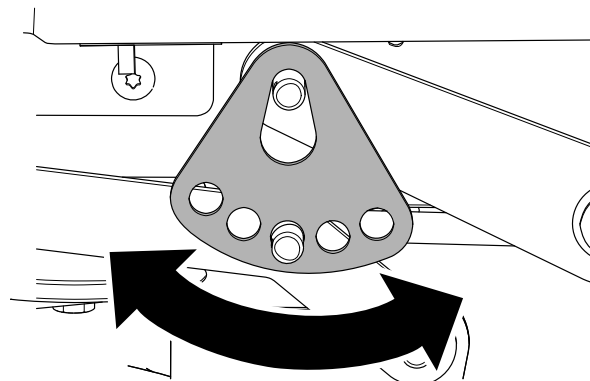

Figura 72
7. Rode a placa da altura de corte para um furo diferente de forma a que suporte o peso da plataforma do cortador depois de instalar a placa (Figura 72).
8. Instale a anilha e o perno de gancho (Figura 72).